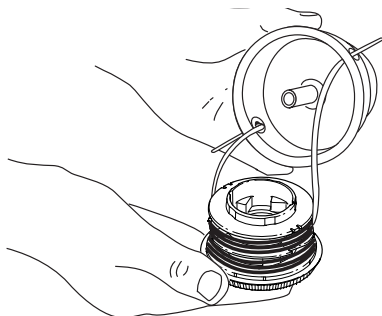

Fig. 22
3. Inserte los extremos de la línea de corte del nuevo carrete interior dentro de los ojalillos de la bobina exterior (Fig. 22). Coloque el nuevo carrete interior con la flecha hacia arriba dentro de la bobina exterior.